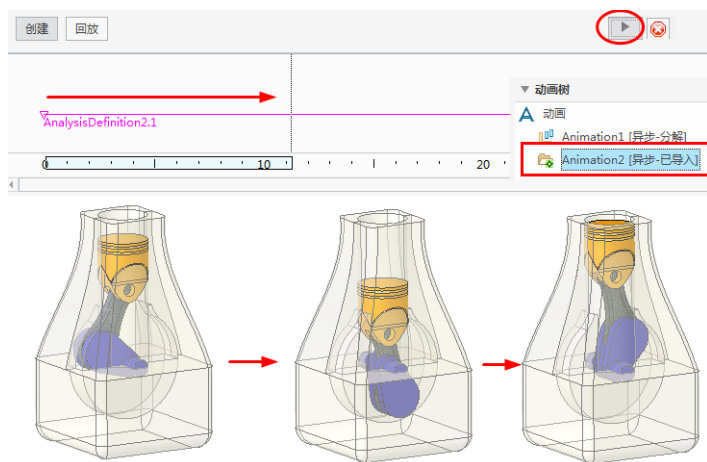

图 8-29 机构仿真动画
-  **从机构动态对象导入**：通过导入装配机构的仿真文件作为动画演示，称为机构仿真动画，如图 8-29 所示。